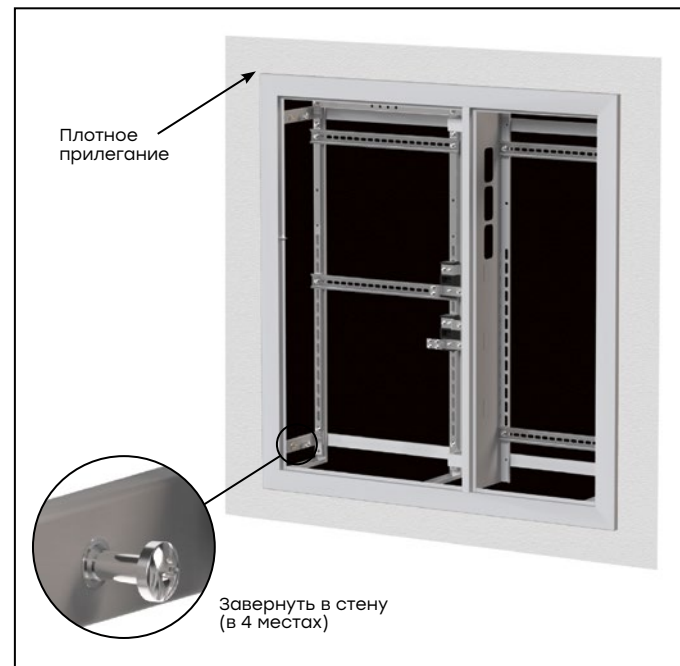

Рис. 7
2.2. Болты, установленные в корпусе щита, закрутите в стену, при этом нажимая на фасадную часть, чтобы избежать отжимания загيبов щита от стены (рис. 7).